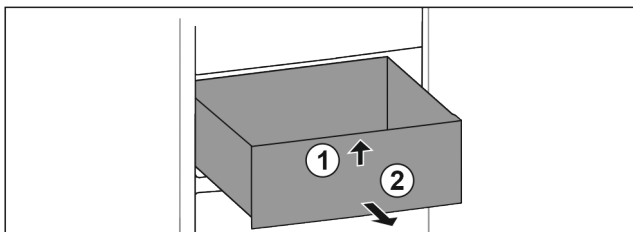

Fig. 13
- ▶ Повдигнете отпред Fig. 13 (1).
- ▶ Извадете напред Fig. 13 (2).